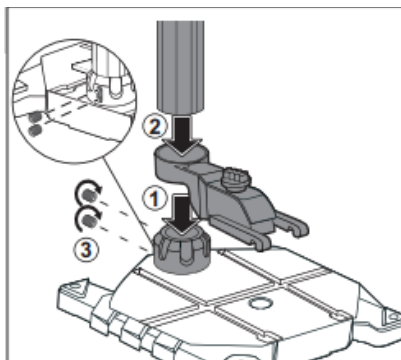

Рис. 1
- установите стойку с кронштейном в основание **1** как показано на рис. 1